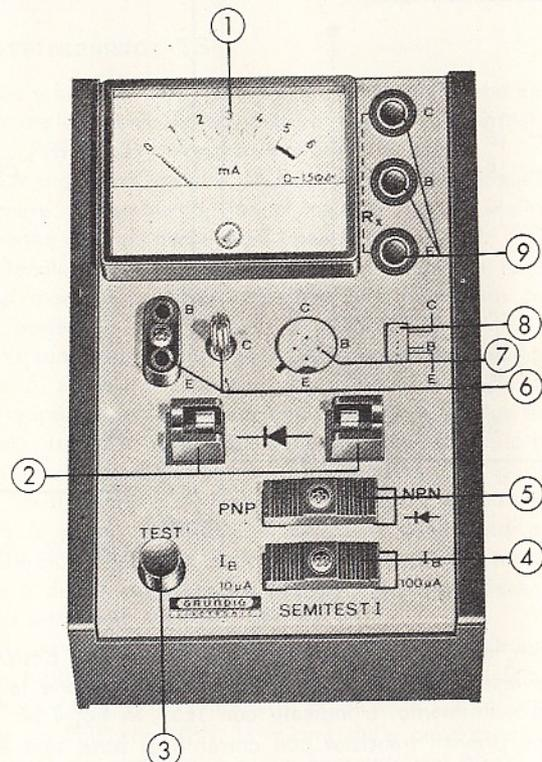
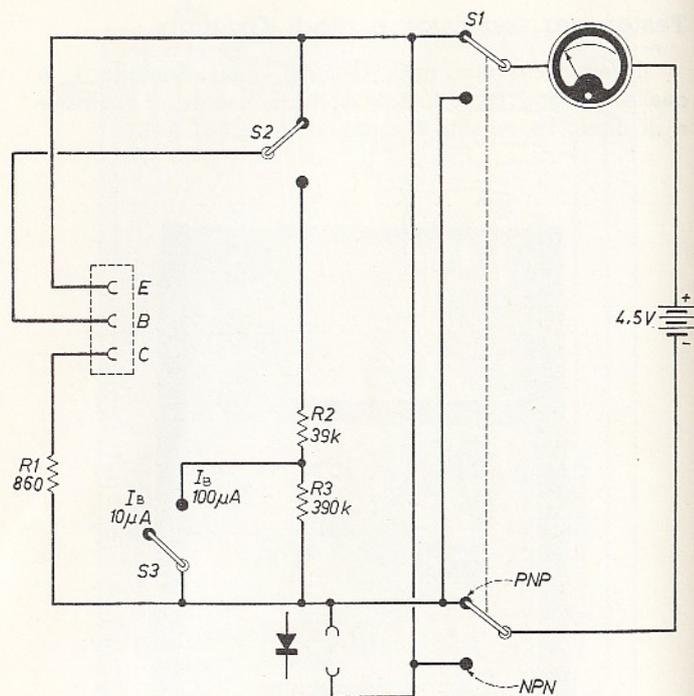

Fig. 7.14 - Prova-transistor Grundig.
Fig. 7.15 - Schema del Semitest I.
Il tester costruito dalla Grundig, mod. Semitest I, è quello di fig. 7.14. Consente verifiche rapide di transistor e di diodi. Lo schema è riportato dalla fig. 7.15.
860 ohm, e con la base ad un inversore a due posizioni, S_2 . L'inversore è a pulsante. Premendolo si ottiene la lettura sullo strumento. È indicato con TEST, in fig. 7.14.
Sono previsti transistor con corrente di base sino a 10 e sino a 100 microampere, e con beta sino a 500 e sino a 50. Il passaggio da una portata all'altra è ottenuto con un inversore a slitta, S_3 , in fig. 7.15 e (4) in fig. 7.14.